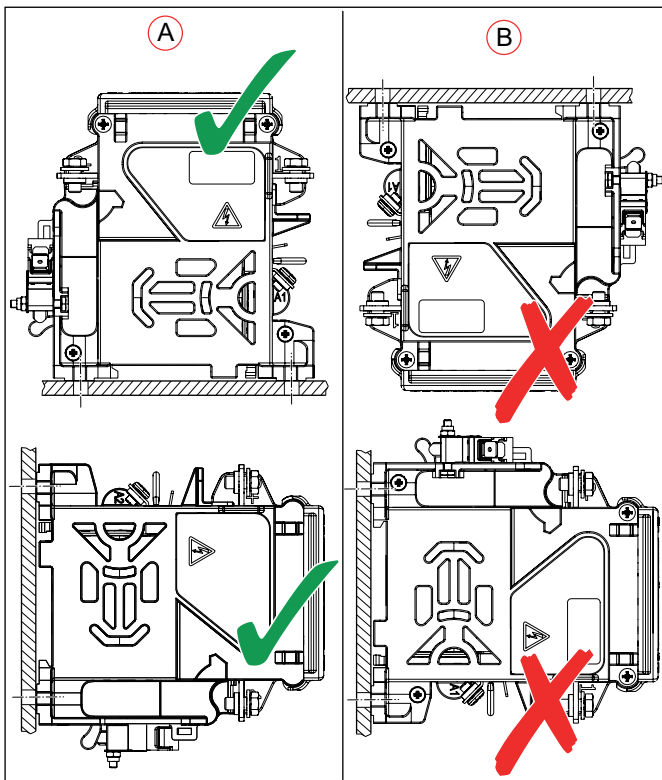
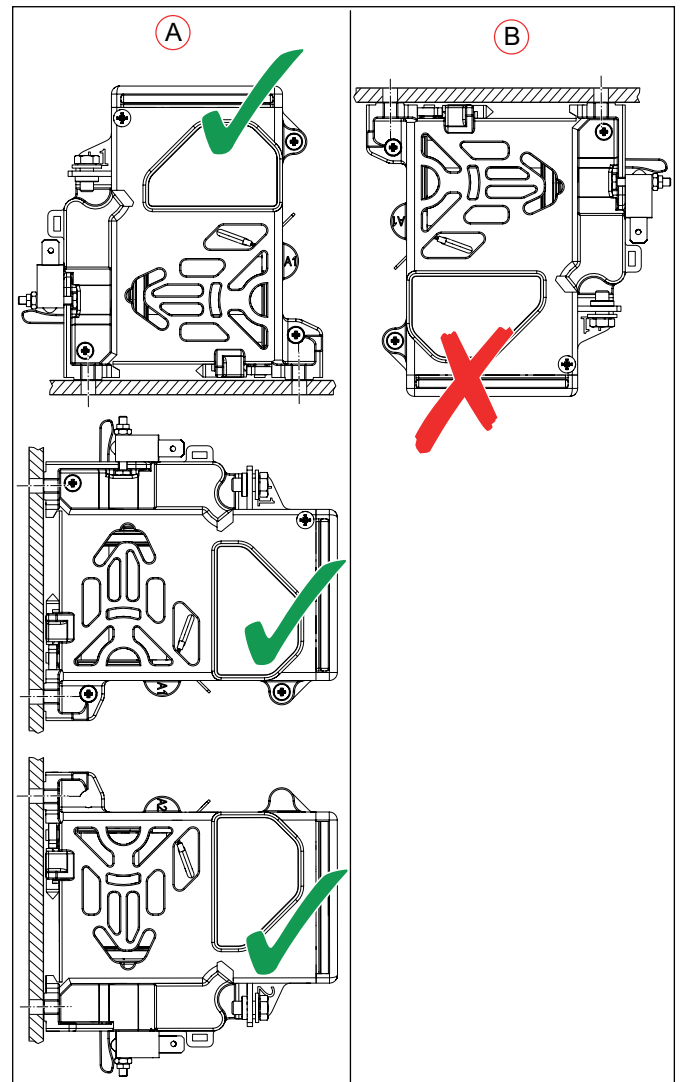

Abb. 5: Baureihe C294 - Beispiele für bestimmungsgemäße Einbaulagen (A) und nicht zulässige Einbaulagen (B)
Abb. 6: Baureihe C193- Beispiele für bestimmungsgemäße Einbaulagen (A) und nicht zulässige Einbaulagen (B)
Beispiele für bestimmungsgemäße Einbaulagen sind in **Abb. 5/(A)** und **Abb. 6/(A)** dargestellt.
- für Baureihe C294: hängend mit Montageplatte oben bzw. Spulenanschluss unten, wie beispielhaft in **Abb. 5/(B)** dargestellt.
- für Baureihe C193: hängend mit Montageplatte oben, wie beispielhaft in **Abb. 6/(B)** dargestellt.